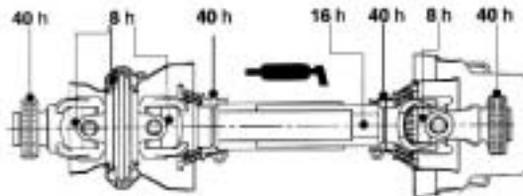

Fig. 12 - Nei riquadri sono riportati gli intervalli di tempo da un ingrassaggio all'altro.
- rispettare i tempi di intervento per la lubrificazione e l'ingrassaggio dell'albero cardanico riportati nel manuale d'istruzioni (fig. 12).